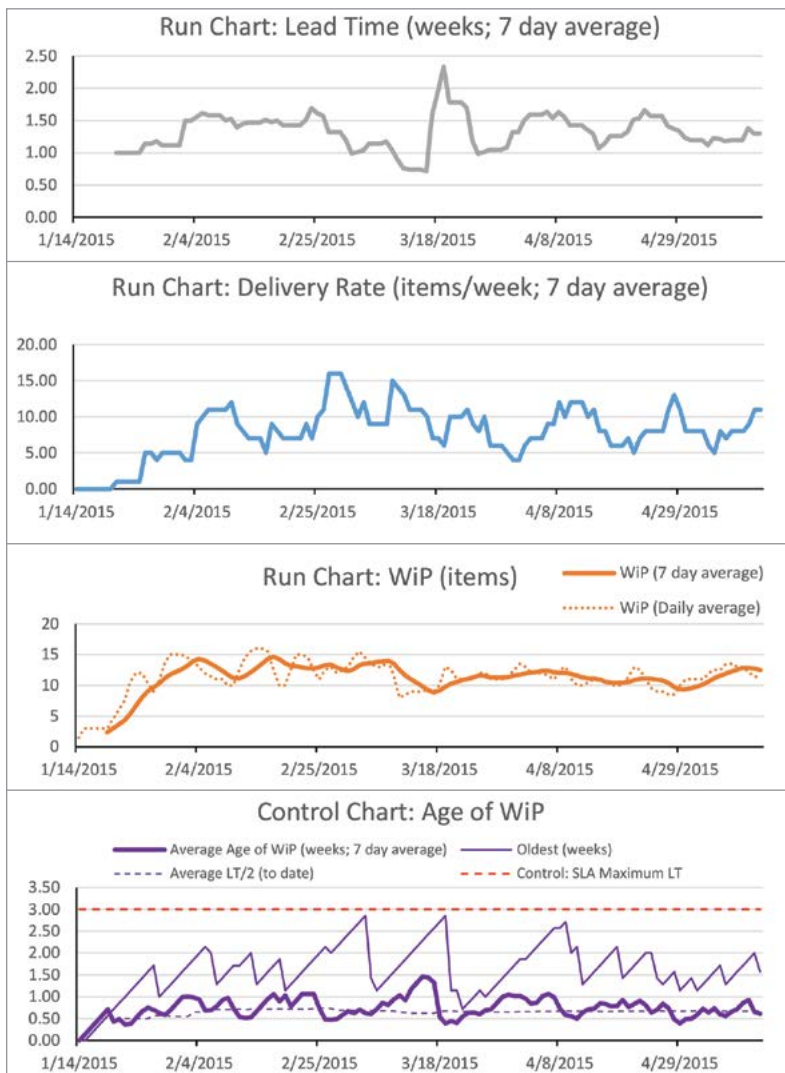

Figure 13 Run or control charts of LT, DR, WiP, and Age of WiP
- Les graphiques d'**exécutions** avec les moyennes des durées de traitement, des taux de livraisons, du travail en cours (WIP) et de l'ancienneté du travail en cours (WIP) (figure 13)
Les graphiques d'exécution de la figure 13 montre la variation de différentes métriques moyenne sur la même période. Le graphique de l'ancienneté du travail en cours (WIP) montre en plus l'ancienneté du plus "vieux" élément de travail en cours. Il s'agit d'un graphique de contrôle en raison de la présence de lignes de contrôle qui permettent de déclencher l'analyse ou l'intervention.